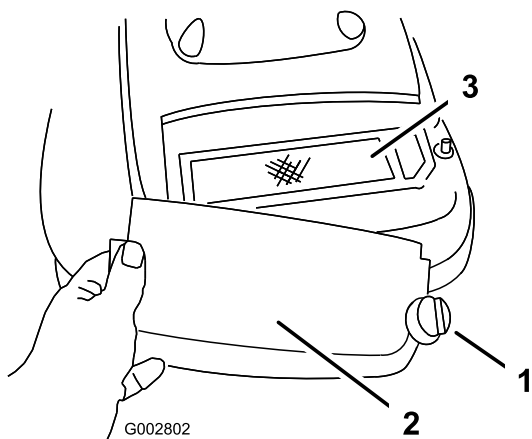

Figura 23
3. Togliete la vite di fissaggio dal coperchio del filtro dell'aria (Figura 23).
- Togliete il coperchio e pulitelo accuratamente (Figura 23).